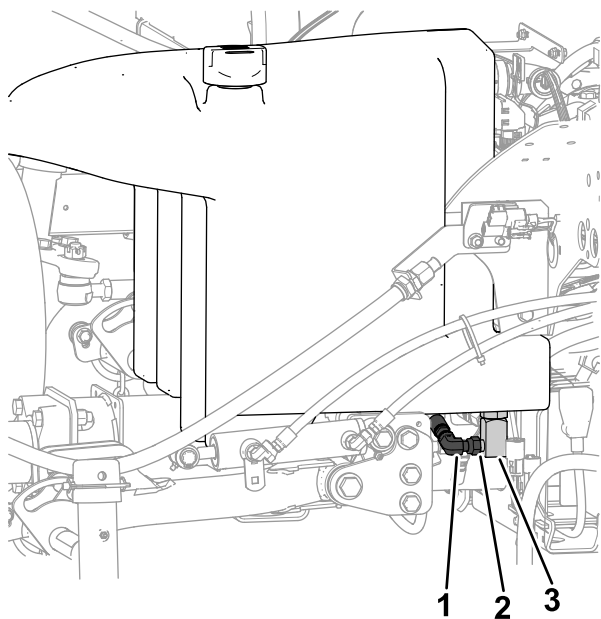

Figura 118
2. Coloque un recipiente de vaciado grande debajo del distribuidor (Figura 118) en la parte inferior del depósito hidráulico; consulte Capacidad de fluido hidráulico \(página 80\).